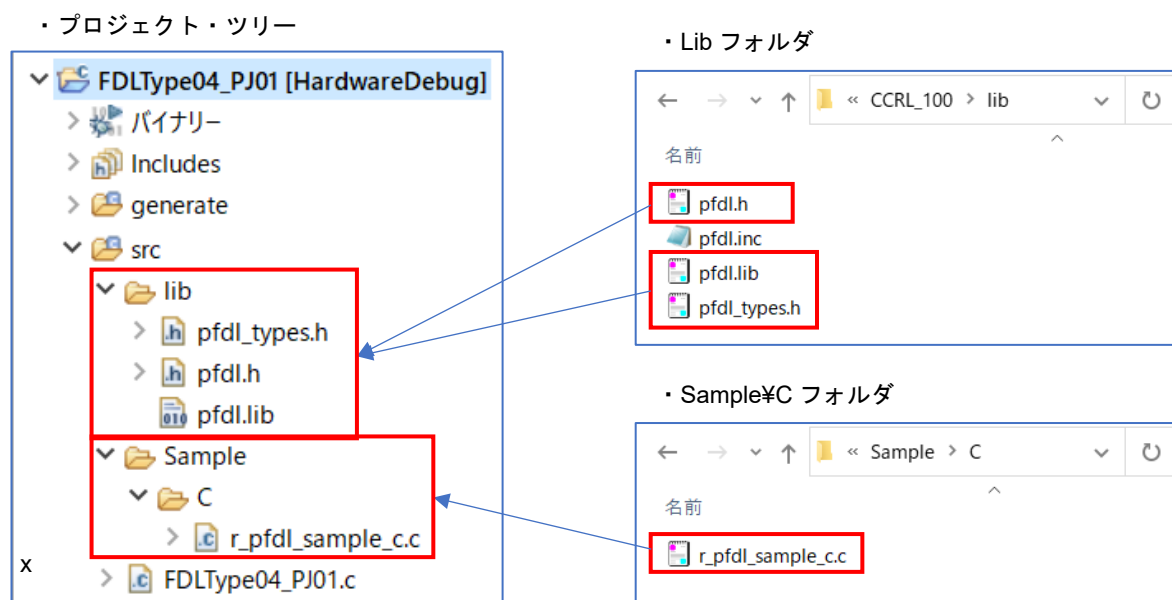

図 6-14 ソース、インクルードファイルの登録(CC-RL)
(1) ソース、インクルードファイルの設定
- CC-RL では、e² studio が出力する"src"フォルダにデータ・フラッシュ・ライブラリのファイル"pfdl.h", "pfdl_types.h", "pfdl.lib", "r_pfdl_sample_c.c"を登録します。（図 6-14）